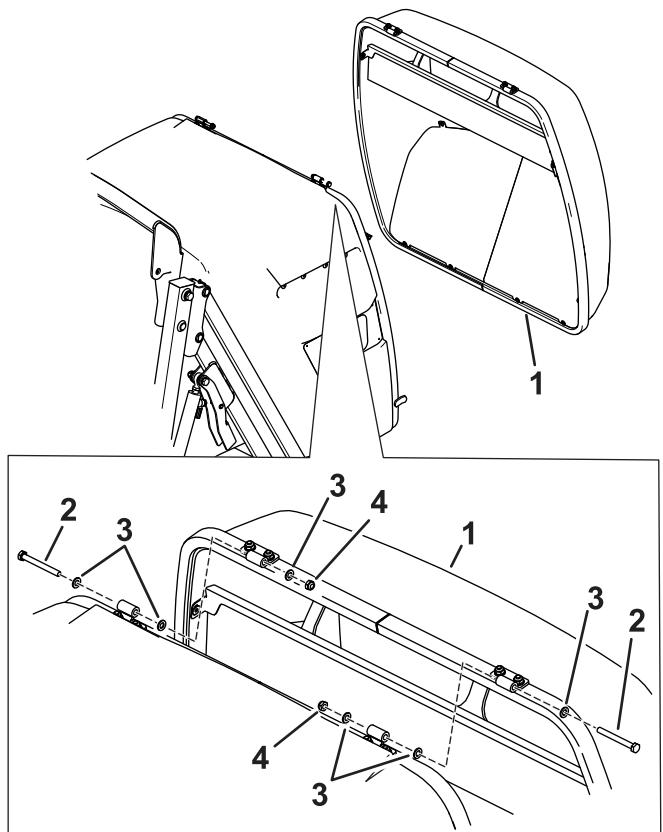

図 2
2. 外した金具を使用して、ホッパーのドアをホッパーに取り付ける図2を参照。